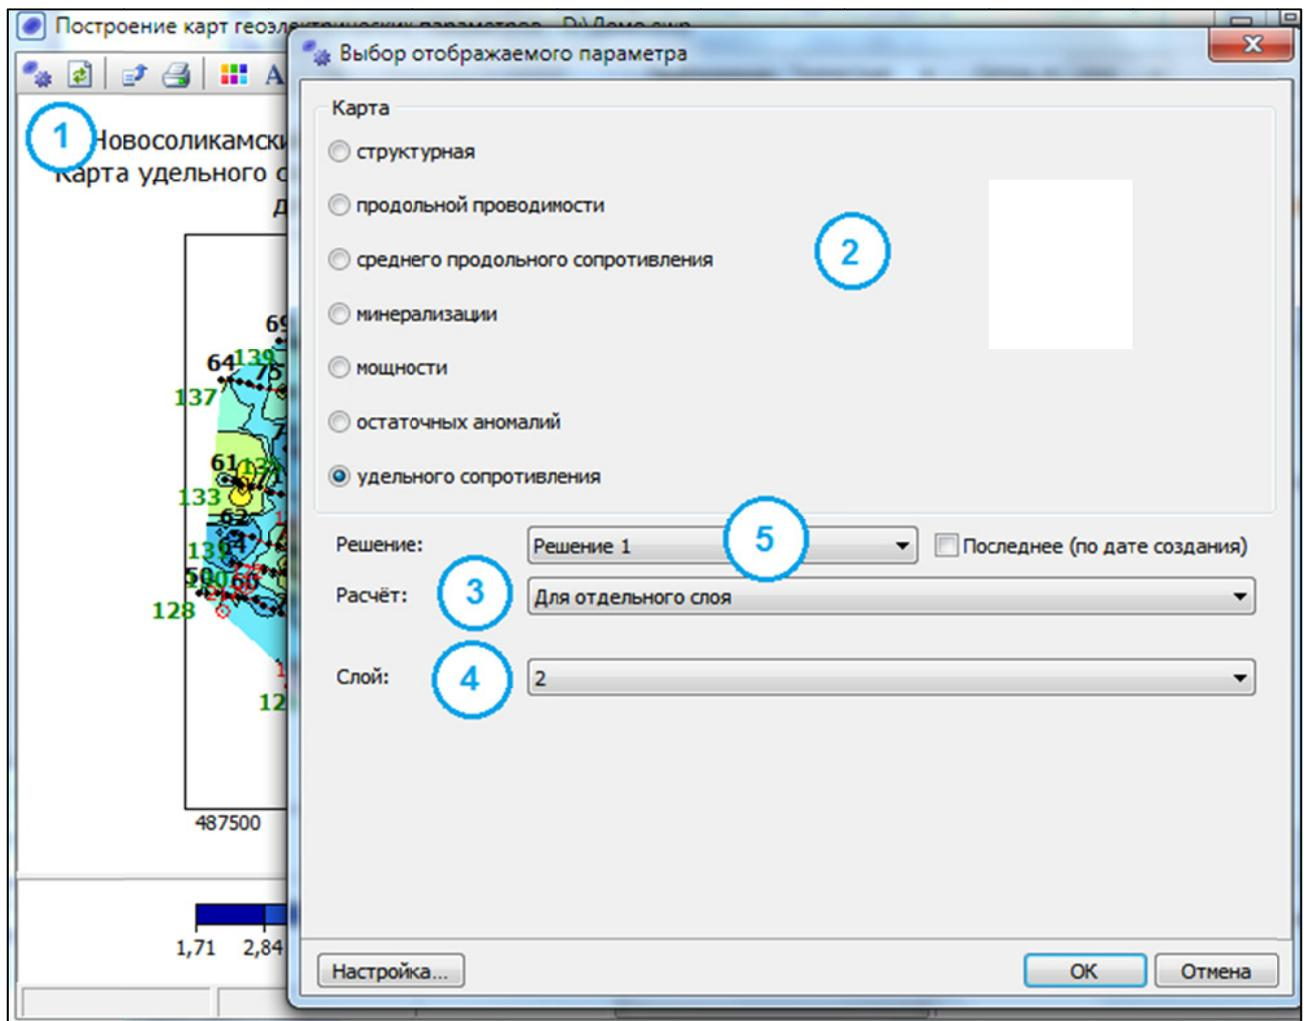

Рис. 6.5.2. Выбор интерпретационного параметра (вида карты).
По умолчанию после запуска модуля строится карта того вида и уровня, которые были выбраны в предыдущем сеансе работы. Выбор вида карты выполняется в окне диалога *Выбор отображаемого параметра* (рис. 6.5.2):
- нажмите кнопку  на панели инструментов (рис. 6.5.2, цифра 1);